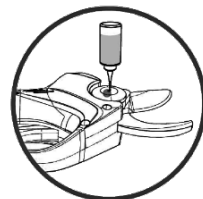

Рисунок 6
- капніть 3-5 крапель мастила в отвір для змащування (дивіться рисунок 6);